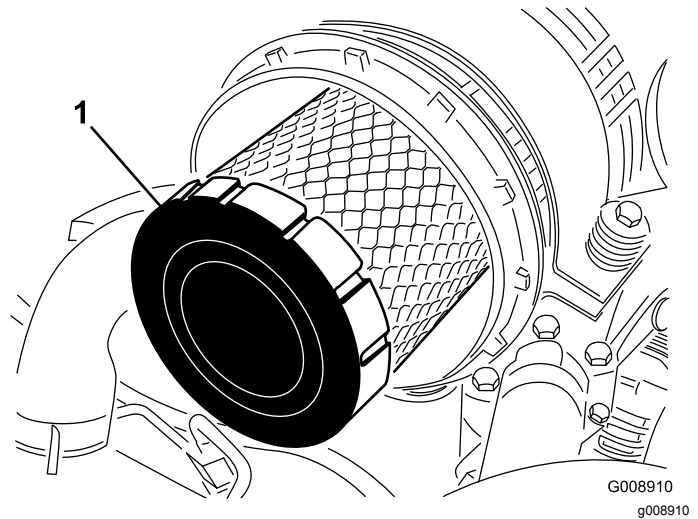

Figura 62
4. Retire y cambie el filtro primario (Figura 62).